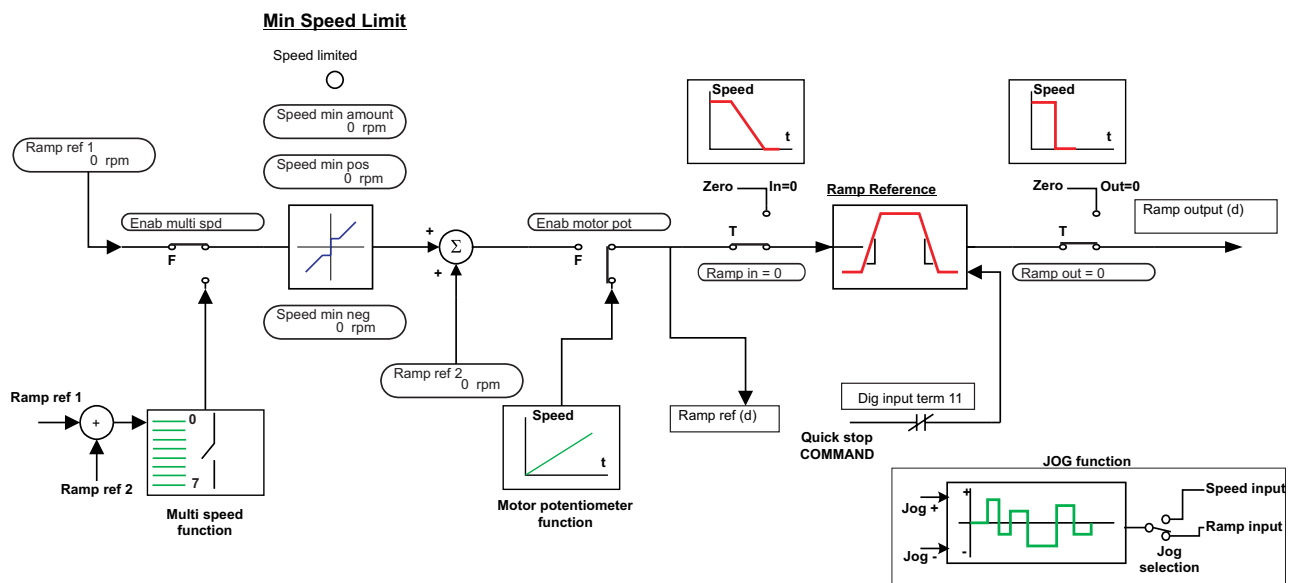

Figura 6.4.1.1: Referências da rampa
- Ramp ref 1** Referência 1 para a rampa O valor inserido depende do Fator de função.
- Ramp ref 1 (%)** Referência 1 para a rampa, valor em percentual de **Speed base value**.
- Ramp ref 2** Referência 2 para a rampa O valor inserido depende do Fator de função.
- Ramp ref 2 (%)** Referência 2 para a rampa, valor em percentual de **Speed base value**.
A referência global para a rampa **Ramp ref** é o resultado da soma dos valores com sinal de **Ramp ref 1** e **Ramp ref 2** (ver figura 6.4.1.1).